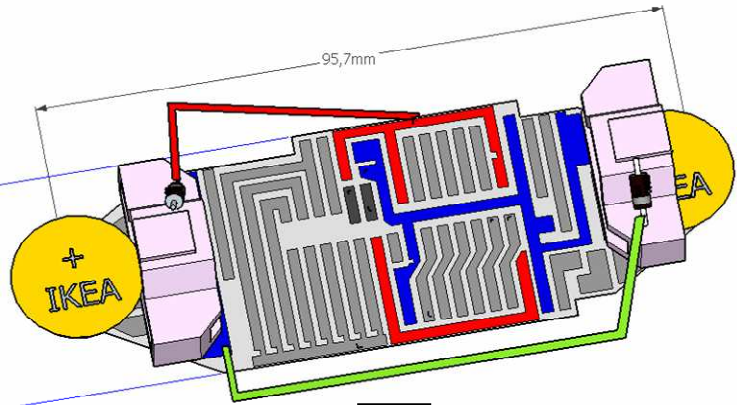

fig.2
- 5 Insérer 2 piles dans le bon sens (fig.2). (débugage possible à cette étape**)